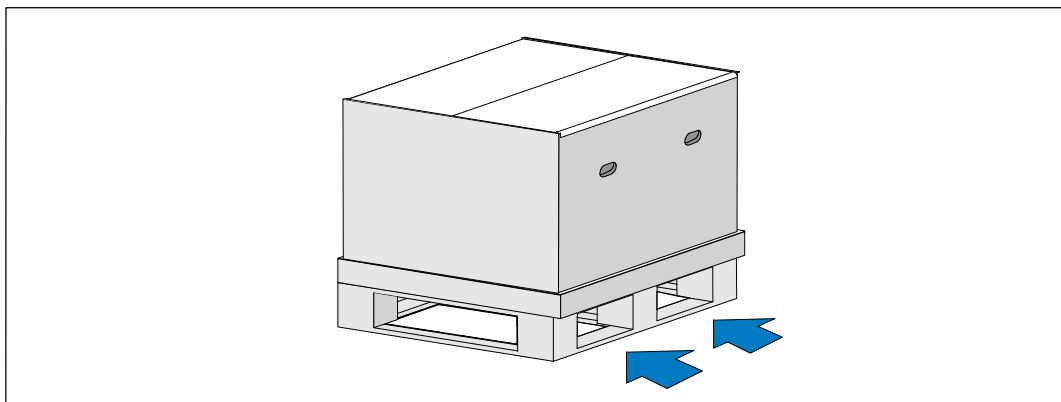

図3. 運送用段ボールとパレットの持ち上げ方
- 1 フォークリフトやハンドリフトを使って、UPSを設置するラックの近くに運送用段ボールとパレットを移動してください（図3を参照）。